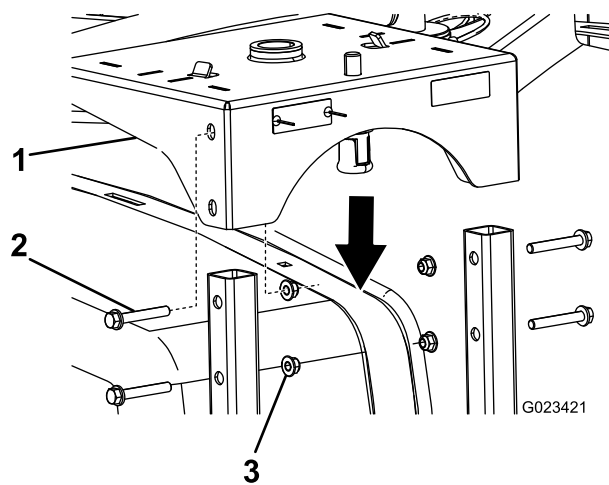

Figura 3
3. Baixe a base da bobina de tubagem para as estruturas da bobina de tubagem e prenda-as utilizando 4 parafusos compridos (3/8 pol.) e porcas flangeadas (3/8 pol.) como se mostra em Figura 3.